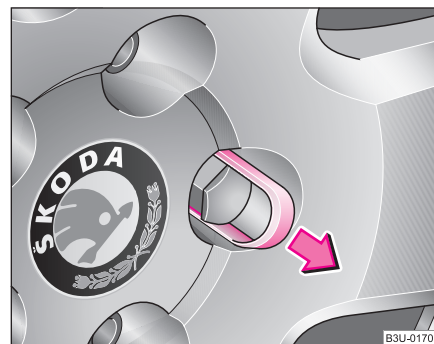

Fig. 159 Încuierea roții: Scoaterea capacelor
- Trageți capacul cu **brida din material plastic** ⇒ fig. 159.